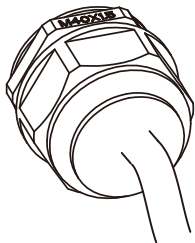

Abb. 5.11 Festziehen der AC-Anschlussdose
3) Schrauben Sie die AC-Anschlussabdeckung wieder auf das Gehäuse und ziehen Sie alle Schrauben an, um den wasserdichten Schutzstecker zu befestigen, wie in Abbildung 5.11 dargestellt.